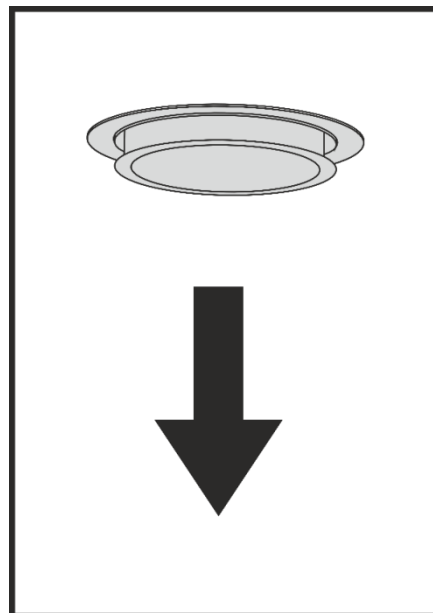

Рис.8
7.12 На витяжці встановленні **LED** лампи підсвітки робочої зони плити. Перед початком заміни ламп освітлення необхідно відключити витяжку від електромережі, дати можливість охолонути лампам. Для заміни лампи необхідно зняти алюмінієві фільтри. злегка надавити на лампу і вийняти з корпусу витяжки (рис.8). Замість неї необхідно встановити нову з тими ж характеристиками і встановити фільтри.